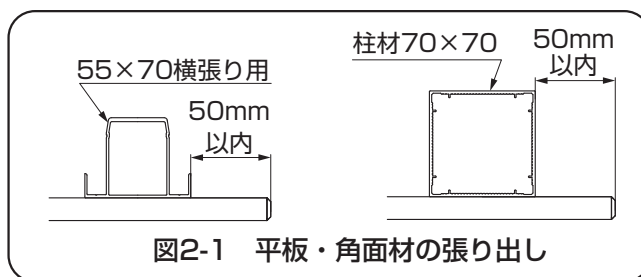

図2-1 平板・角面材の張り出し
- 3) 柱からの平板・角面材の張り出しは50mm以内にしてください。(図2-1参照)